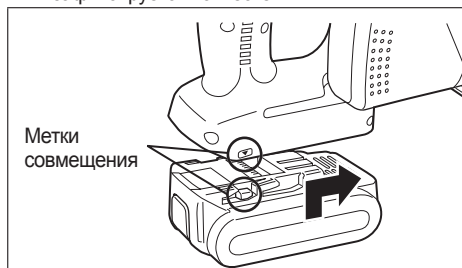

Рис. 2
1. Для подсоединения батарейного блока (См. Рис. 2)